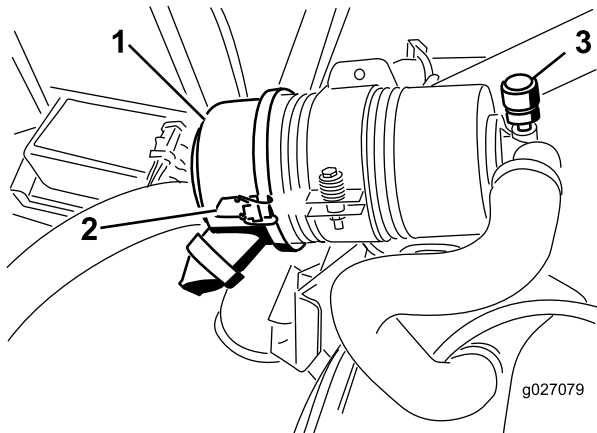

Figura 53
Revise el filtro del limpiador de aire únicamente cuando el indicador de mantenimiento (Figura 53) lo requiera. El cambiar el filtro antes de que sea necesario sólo aumenta la posibilidad de que entre suciedad en el motor al retirar el filtro.
1. Abra los enganches que sujetan la tapa del limpiador de aire a la carcasa del limpiador de aire (Figura 53).